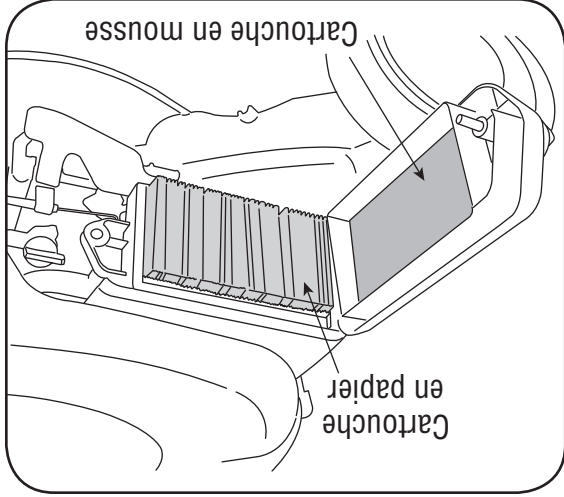

Figure 10-2
- Enlevez le boulon à oreilles et le couvercle du filtre à air. Sortez les cartouches et séparez-les. Voir la Figure 10-2. Vérifiez soigneusement que les cartouches ne sont ni trouées, ni déchirées et remplacez-les au besoin.